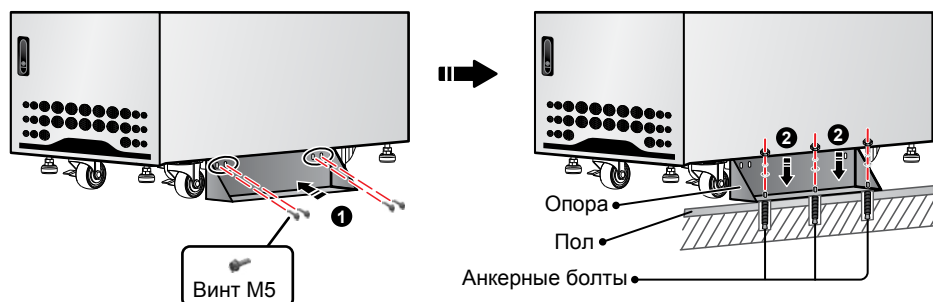

Рис. 5-4. Крепление опор к полу
- 4 Торцовым ключом с головкой 10 мм отверните восемь винтов М5 (1) и снимите с поддона две опоры, фиксировавшие ИБП при транспортировке. Прикрепите две опоры этими винтами к ИБП с обеих сторон. Для фиксации ИБП прикрепите опоры к полу шестью анкерными болтами (2) с гайкой. Анкерные болты приобретаются отдельно. См. **рис. 5-4**.